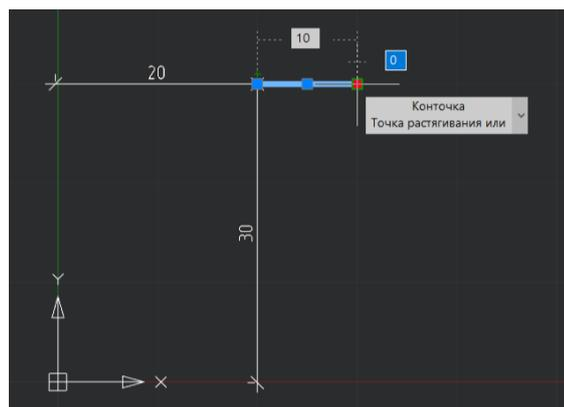

Рис. 3.18
3. Строим отрезок 2-3 с координатами (10,30), нажать Enter. (рис. 3.18).